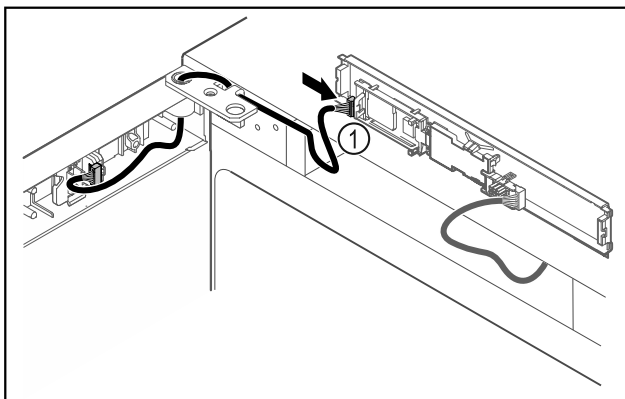

Fig. 43
- ▶ Aseta pistoke Fig. 43 (1) levyyn.